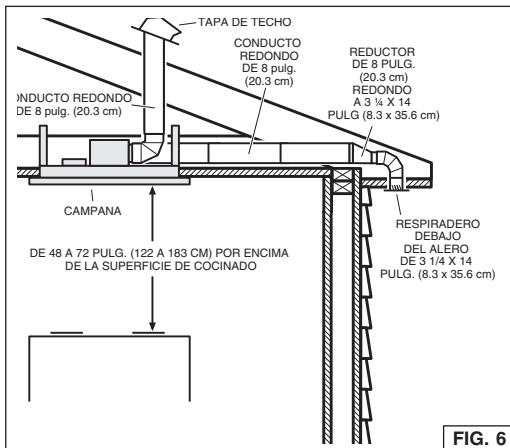

FIG. 6
1. Decida dónde instalará el conducto entre la campana y el exterior. Fig. 6.
La campana siempre debe centrarse por encima de la estufa. Asegúrese de tener espacio adecuado en la estructura del cielo raso para instalar la campana y los conductos. La campana debe montarse de 48 a 72 pulg. (122 a 183 cm) por encima de la estufa para poder eliminar mejor las impurezas al cocinar. Fig. 6.